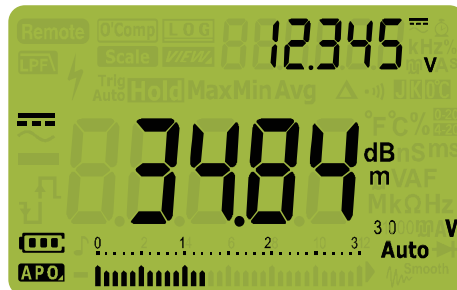

Figura 2-9 Visualización de dBm
- 2 Presione hasta que las mediciones de tensión se muestren como un valor dBm, como se muestra en la Figura 2-9.